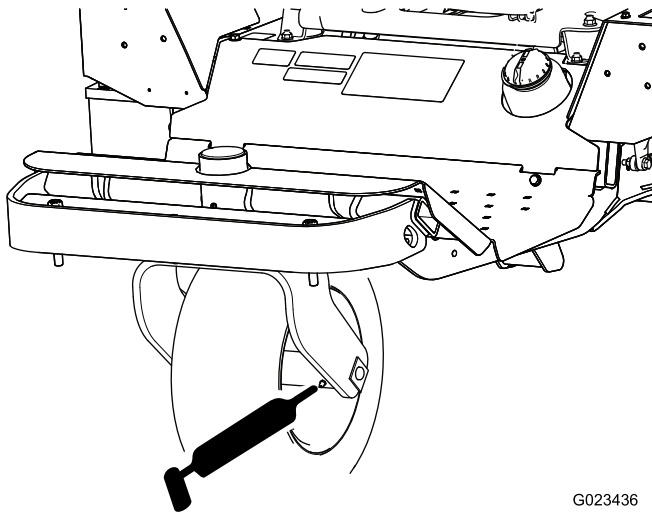

Bild 34
- Vorderradlager (1) – Bild 34